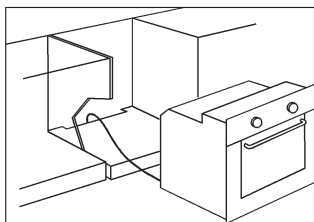

Fig. 2
2. Asegúrese de que el cable de alimentación no quede atascado (Fig. 2).